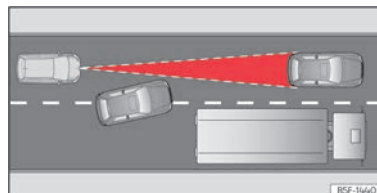

Abb. 141 Fahrspurwechsel eines anderen Fahrzeugs.
- Fahrzeuge, die in geringem Abstand auf die eigene Fahrspur wechseln » » » **(Abb. 141)**.